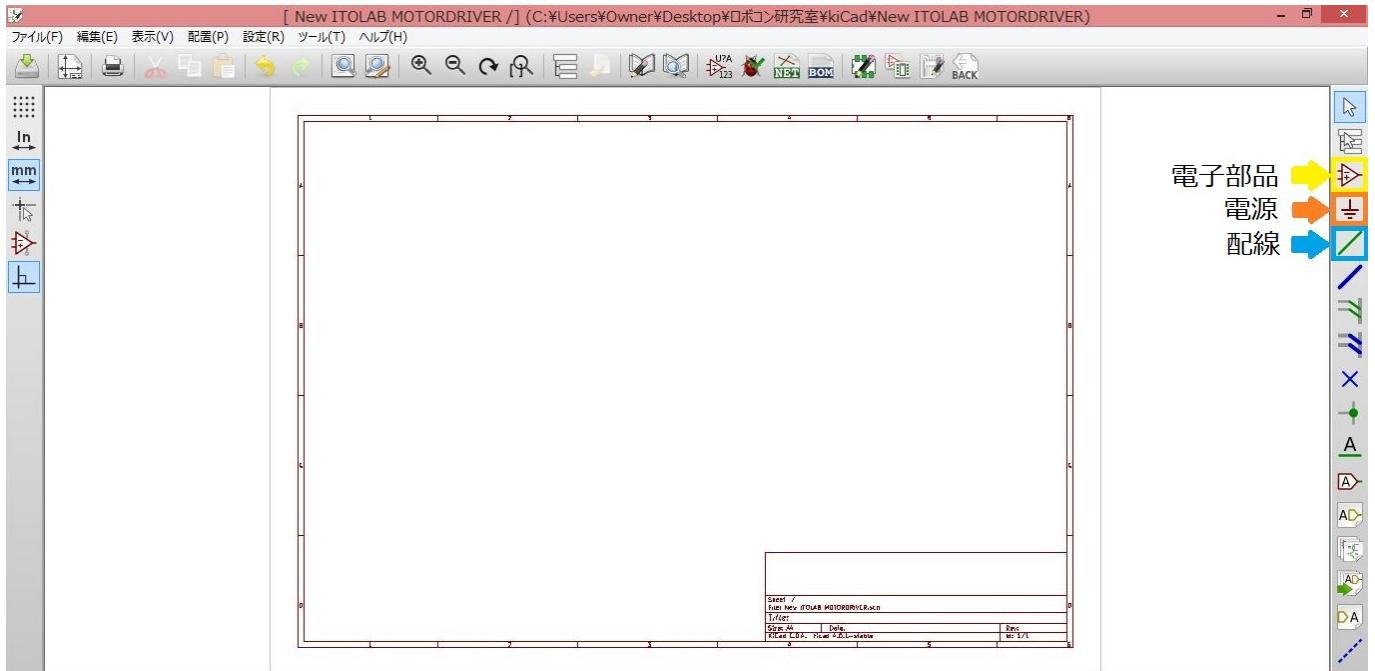

図 E.2 回路エディタ
2) 回路 エディタ で、図 E.2 の よう に 電子 部品、電 源、配 線 を 選 択 し て 回路 図 を 作 成 す る。